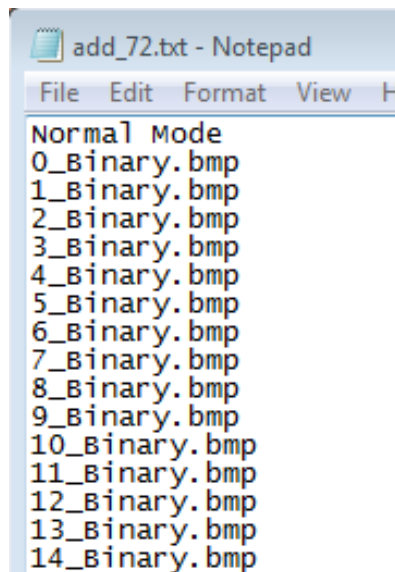
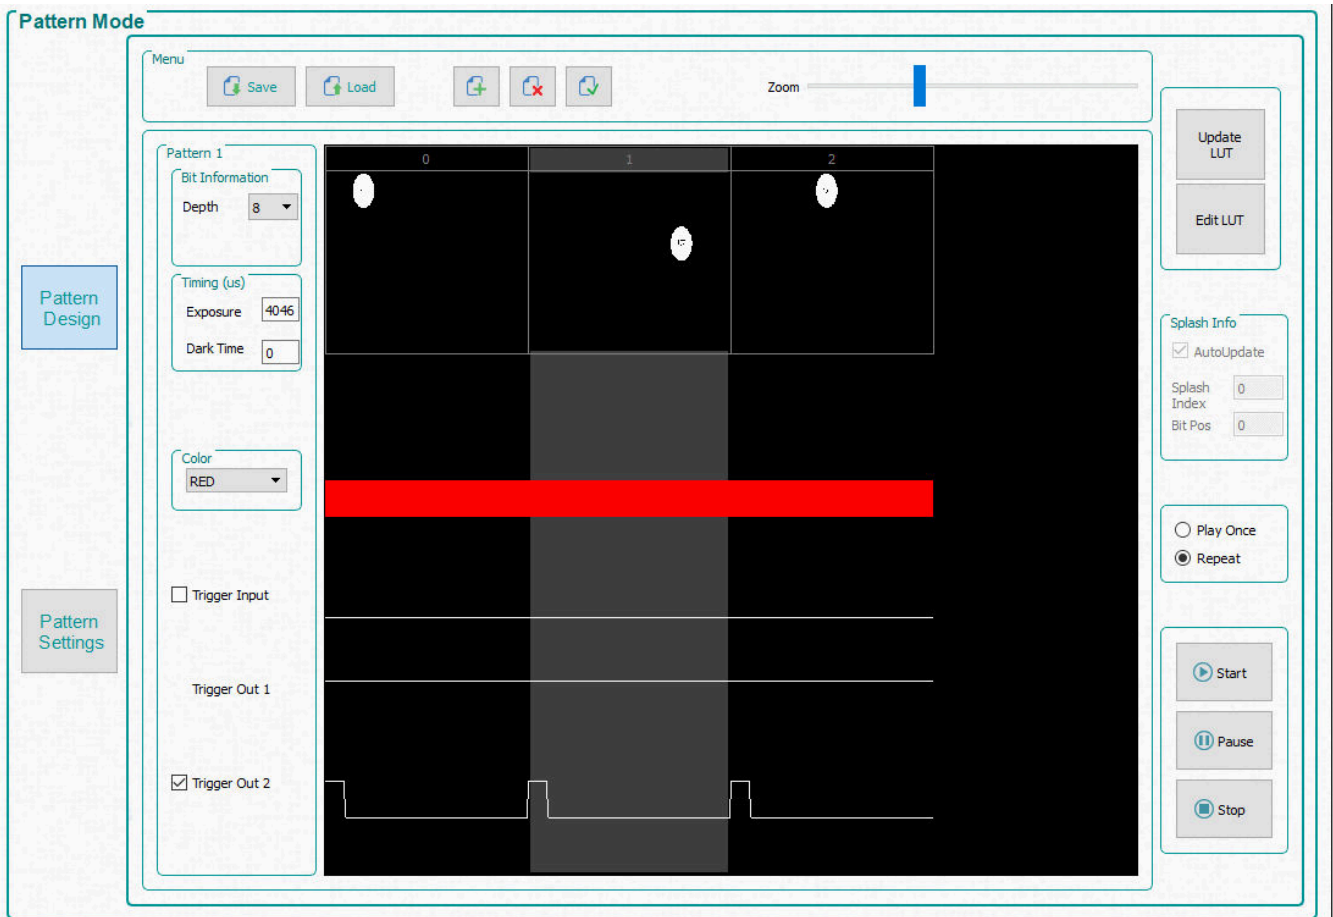

图 3-8. 从列表中添加
图 3-9. 图案序列
3. 点击 **Menu** 栏中的 **Add Pattern** 按钮，然后从图像示例目录中浏览任意三个位图图像。请确保从正在使用的 EVM 的正确图像文件夹中选择图像。可以在打开的文件对话框窗口中同时选择所有的三幅图像。一次选择多个文件时，操作系统不会按照选择图像的顺序加载图像。要按照预定义的顺序添加图像，请使用 **Load** 按钮。此选项从包含按所需顺序的每个位图的文件名的文本文件中加载图像。或者，您可以使用 **Add Pattern** 按钮一次添加一个图像，确保按顺序加载图像。图 3-8 显示了从文件中加载图像的示例。位图图像必须与文本文件位于同一目录中。添加图像后，请参阅图 3-9。